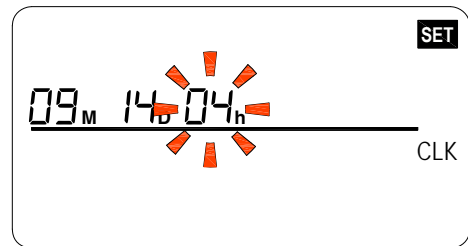

Abbildung 2
3. Drücken Sie . In der Anzeige erscheint CLK und die Jahreszahl blinkt, siehe Abbildung 2.